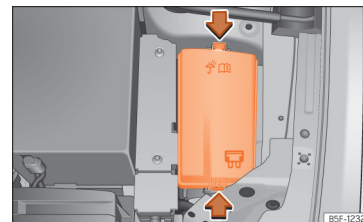

Abb. 217 Im Motorraum: Abdeckung des Sicherungskastens.
- Verriegelungstasten drücken, um die Abdeckung des Sicherungskastens » » » **[Abb. 217]** zu entriegeln.